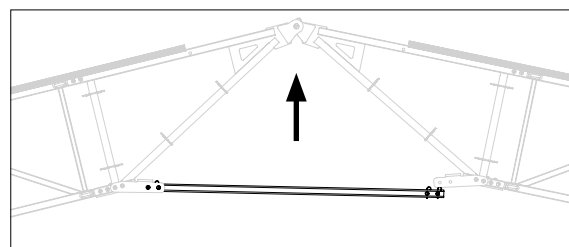

Fig. A4.02b
3. Løft kassetten med kran, indtil boringerne på den frie ende af det rektangulære rør dækker boringerne på Kipsamlerens (19.5) laske. (Fig. A4.02b)